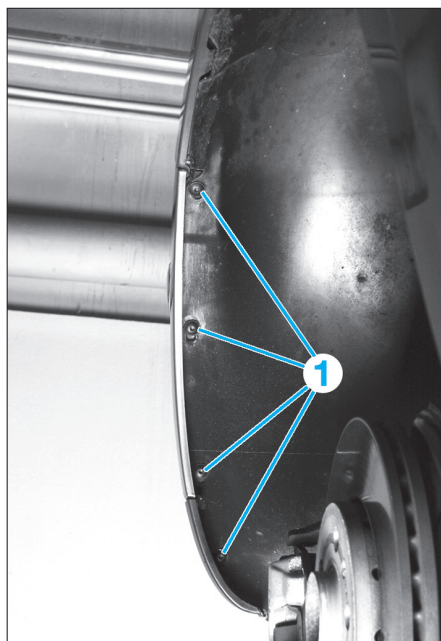

Fig. 3
- De chaque côté, déposer les vis de fixation (1) (Fig.3).